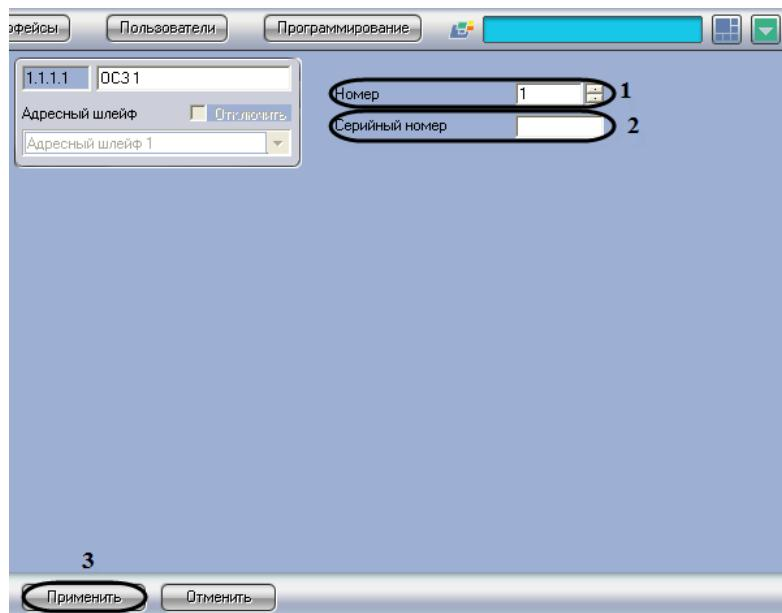

Рис. 3.5—8 Панель настроек объекта ОСЗ
2. В поле **Номер** необходимо с помощью кнопок **вверх-вниз** ввести номер в списке устройств (см. Рис. 3.5—8, 1).
3. В поле **Серийный номер** необходимо ввести серийный номер устройства (см. Рис. 3.5—8, 2).